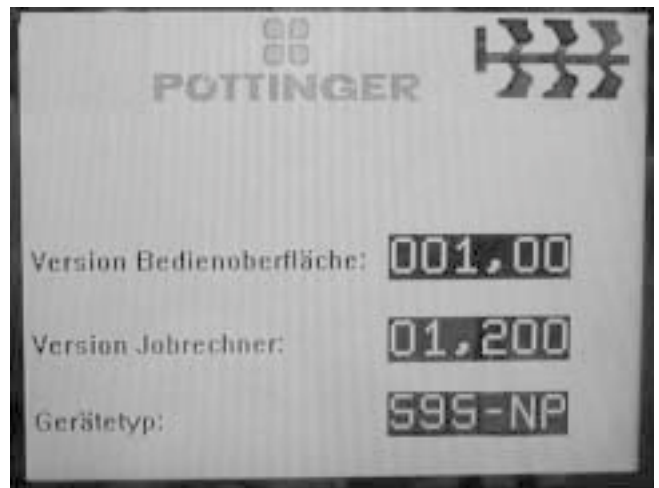

Fig.11
- es erscheint eine Anzeige am Display (Fig.11).